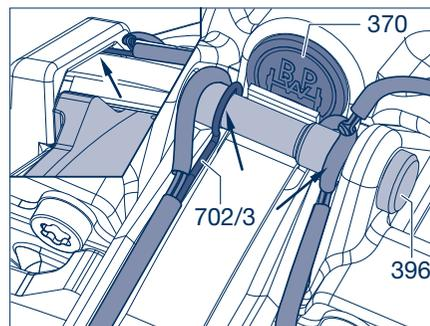

Рисунок 4
- [9] Установить длинный конец проволочной скобы (702/3) над фиксатором тормозных накладок в выемку на суппорте (стрелка, рис. 4 сверху).
- [10] Проложить кабель за пальцем (396) под синим колпачком (370) на суппорте и после этого зафиксировать скобу (702/3) на пальце (стрелки).